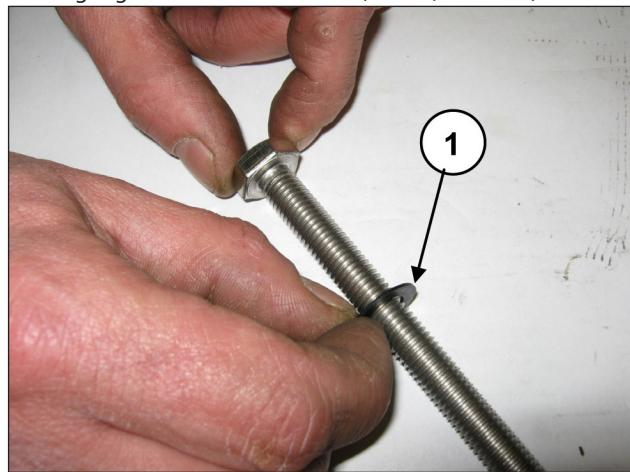

Abb. 176
Setzen Sie die Unterlegscheibe Ø10x18x0.9 auf die Befestigungsschraube des Kolbens (Pos. ①, Abb. 176).